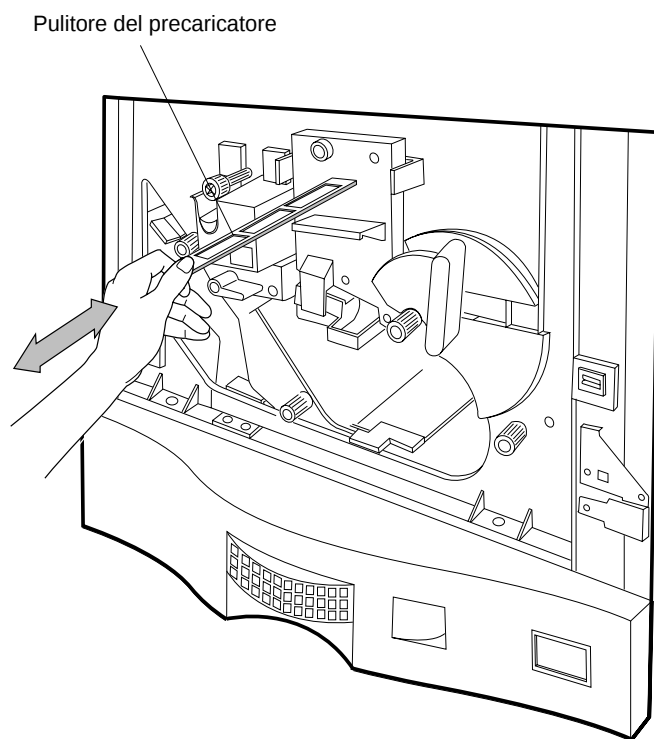

Figura 5-2 Pulizia del precaricatore
1. Estrarre la maniglia del pulitore del precaricatore (Figura 5-2) e quindi ricollocarla nella posizione originale. Ripetere questa procedura di inserimento-estrazione per 4 o 5 volte.